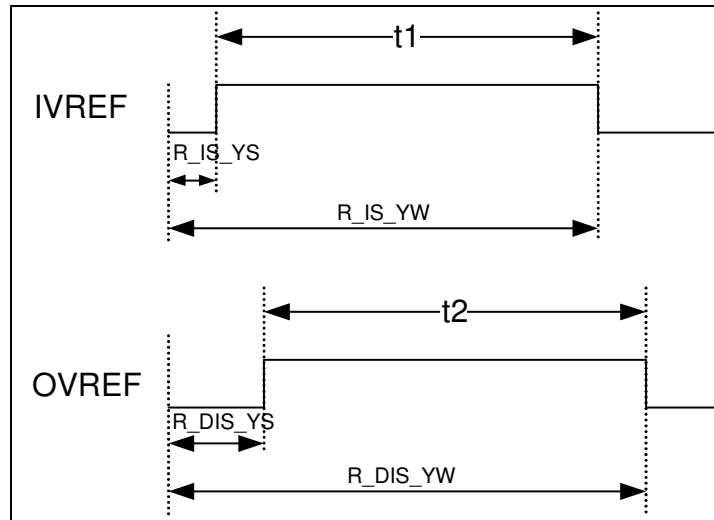

Figure 6-22 Timing Adjustment VREF Information
1. IVREF (t1) 總長度與 OVREF (t2) 相近且小於 OVREF (t2) (參考 **Figure 6-22**)。